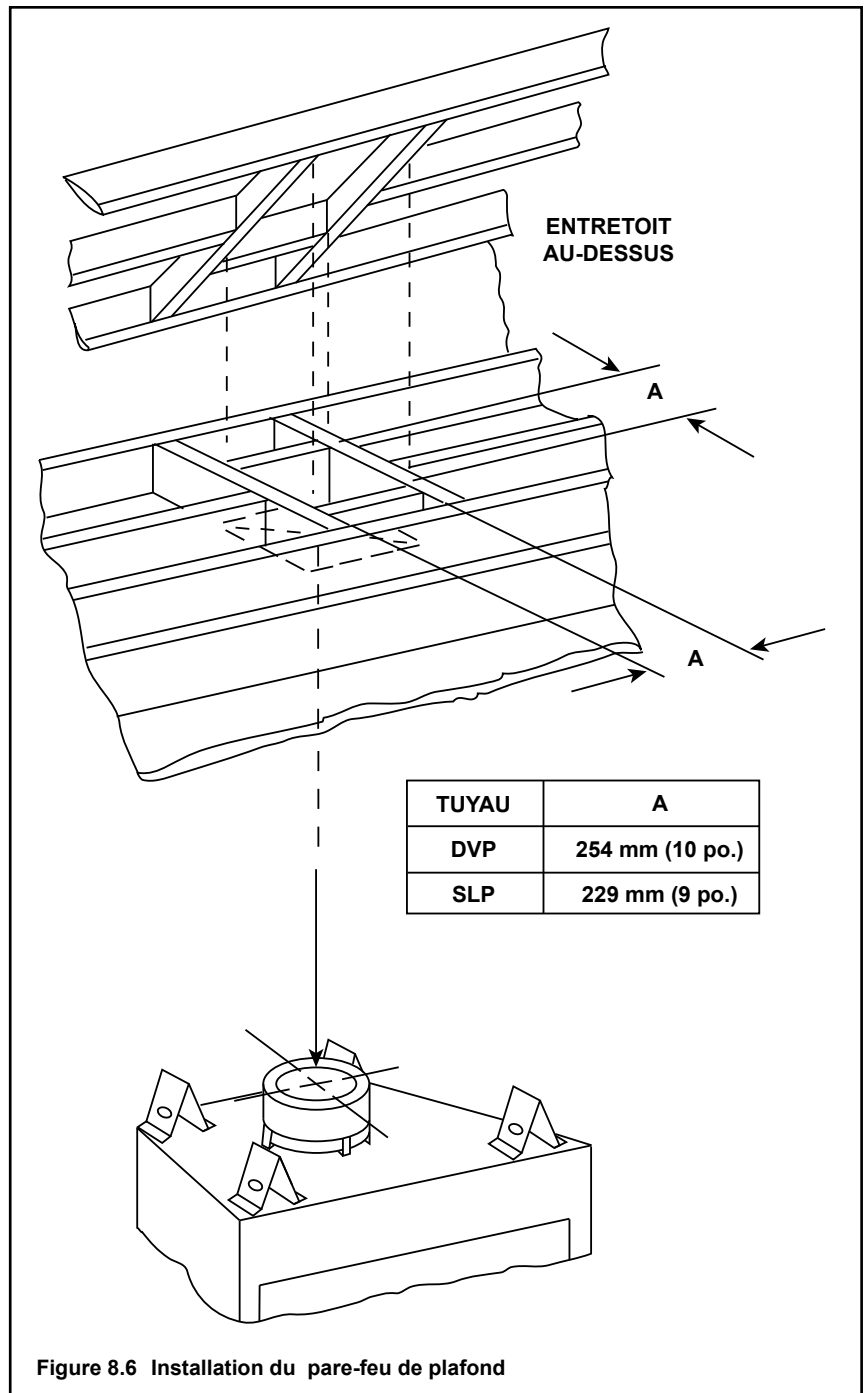

Figure 8.6 Installation du pare-feu de plafond
- **Tuyau DVP seulement** - Encadrer une ouverture de 254 mm x 254 mm (10 po x 10 po) chaque fois que le système d'évacuation pénètre dans un plafond ou un plancher (voir la Figure 8.6).
- **Tuyau SLP seulement** - Encadrer une ouverture de 229 mm x 229 mm (9 po x 9 po) chaque fois que le système d'évacuation pénètre dans un plafond ou un plancher (voir la Figure 8.6).